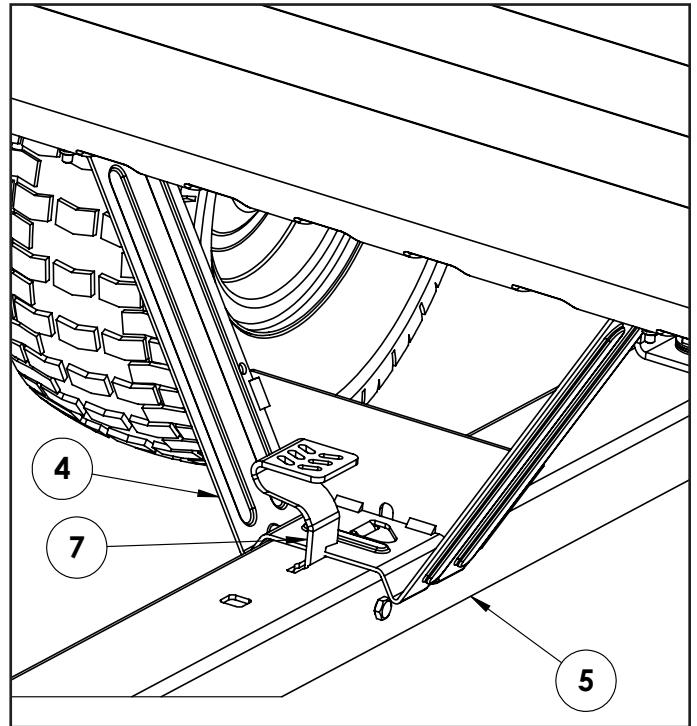

FIGURE 11
ÉTAPE 11 : (VOIR FIGURE 11)
- Pour fixer le support de loquet (4) à la barre d'attelage pivotante (5), vous devrez suivre les étapes suivantes :
- Maintenez la pédale de verrouillage (7) abaissée pour installer le support de loquet (4) sur le timon pivotant (5).
- Relâchez la pédale de verrouillage (7).